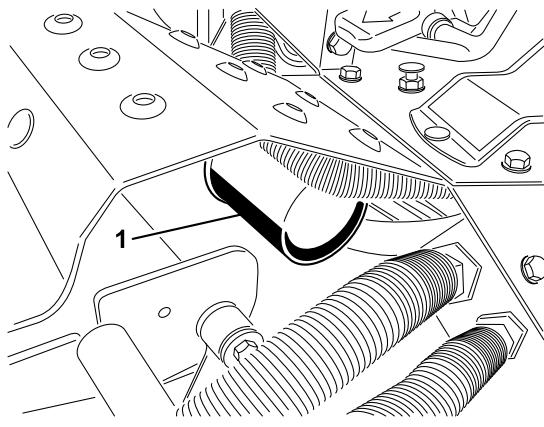

Figura 61
- Limpie la zona alrededor del filtro de aceite hidráulico (Figura 61). Retire el filtro de la parte inferior del alojamiento y deje que se drene el aceite a